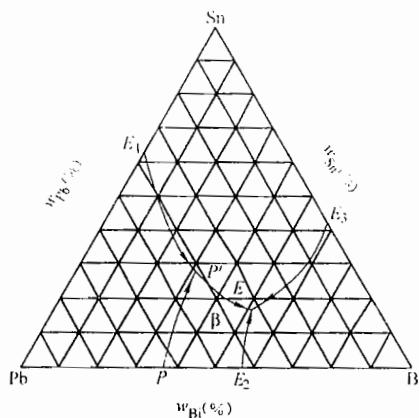

图 27-1 第二题第 4 小题图
(1) 若其离子半径  $r_{Mg^{2+}} = 0.066\text{nm}$ ,  $r_{O^{2-}} = 0.140\text{nm}$ , 则其原子堆积密度为多少？
(2) 如果  $r_{Mg^{2+}}/r_{O^{2-}} = 0.41$ , 则原子堆积密度是否改变？
4. 图 27-1 所示为 Pb-Sn-Bi 相图投影图。问：